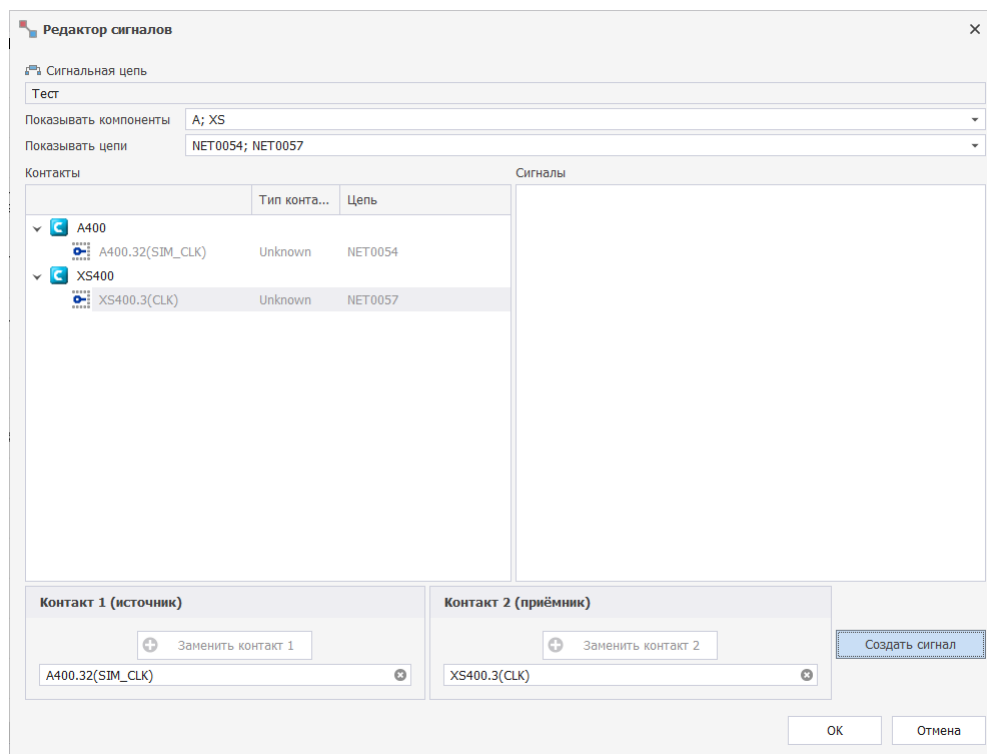

Рис. 141 Формирование пары источника и приемника сигнала
6. По завершении нажать кнопку «Создать сигнал», см. Рис. 141.